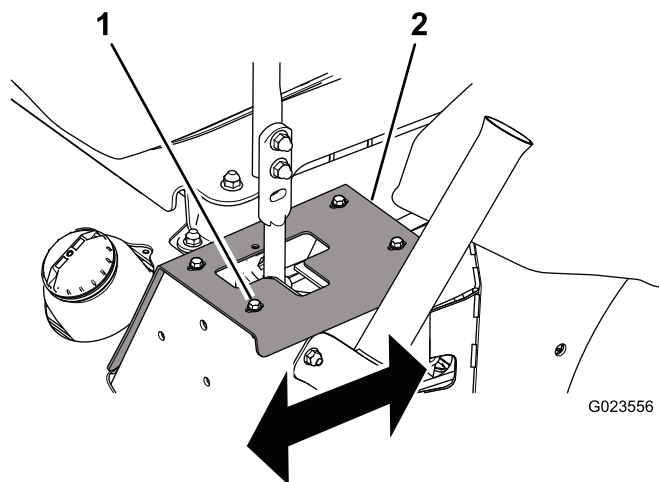

Рисунок 56
- Если ее уводит вправо, ослабьте болты и перемещайте левую упорную пластину назад до тех пор, пока машина не будет двигаться прямолинейно (Рисунок 56).
- Если ее уводит влево, ослабьте болты и перемещайте правую упорную пластину назад до тех пор, пока машина не будет двигаться прямолинейно (Рисунок 56).
5. Затяните болты для фиксации упорной пластины (Рисунок 56).